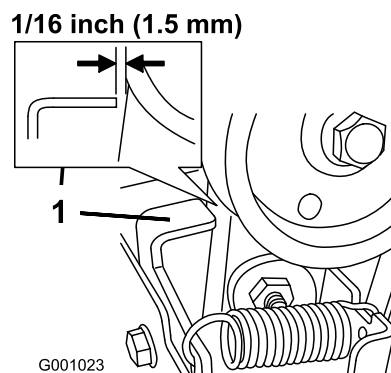

Figure 40
3. Lorsque le levier de commande de fraise à neige/turbine est désengagé, vérifiez qu'il existe un écart de 1,5 mm (1/16 pouce) entre l'ensemble embrayage de fraise à neige et la patte (Figure 40).